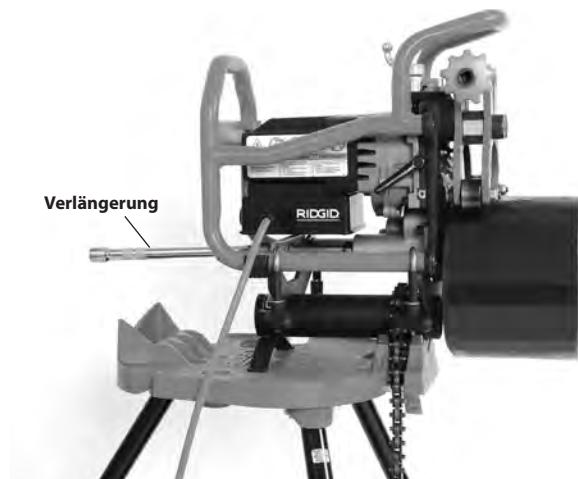

Abbildung 10 – Fixiertes Anfasgerät, Rohr kürzer als 12", unter 50 Pounds
- Setzen Sie die mitgelieferte 10" lange 1/2" Antriebsverlängerung in die Antriebswelle des Anfasgerätes ein (siehe Abbildung 10).
- Beim Anfasen von Rohren mit weniger als 12" (300 mm) Länge und einem Gewicht von unter 50 Pounds (22 kg) wird, sofern das Anfasgerät und der transportable TRISTAND Rohrschaubstock stabil und sicher befestigt sind, kein Rohrständer benötigt, um das Rohr zu unterstützen. Das Rohr wird direkt auf der Antriebsrolle platziert und mit den Führungsrollen gesichert (Abbildung 10).